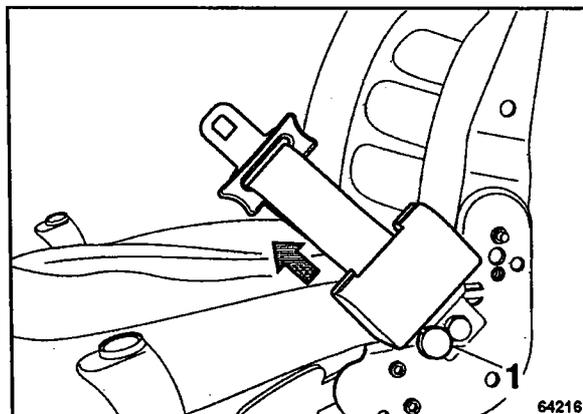

Fig. 33
- Pulsar el botón de desbloqueo 1 (Fig. 33), sacar el cinturón de seguridad verticalmente del arrollador automático y encajar la eclisa en el cerrojo en el otro lado del asiento de conductor.